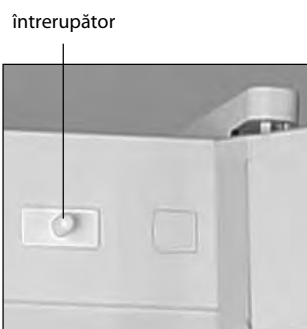

Figura 5
**SE INTERZICE** deconectarea signalizării sonore fixând întrerupătorul indicat în figura 5, deoarece aceasta va provoca dereglarea funcționării congelatorului.